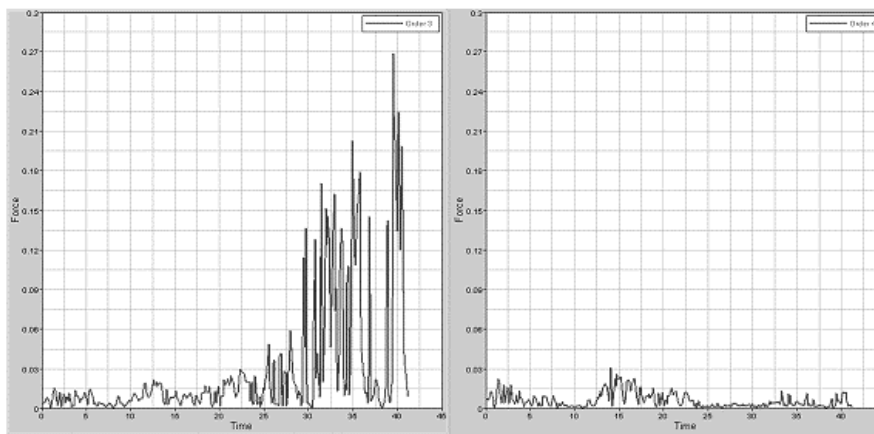

图 13-111 同时在两个窗口创建曲线
- (1) 在 Data Query 面板单击 All 按钮。
- (2) 改变 Layout 为 One plot per cut。
- (3) 从 Data Query 面板中的“布局”选项选择 Two-Window Layout .
- (4) 设置 Create curve 选项为 Y-Axis Vs Z-Axis。
- (5) 单击 Preview 按钮在一个弹出的窗口显示曲线。
- (6) 单击 Plot Data 按钮来创建曲线，如图 13-111 所示。